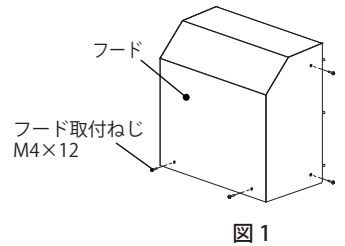

図 1
1. フード取付ねじ M4×12 (6 か所) を取外してください。(図 1)